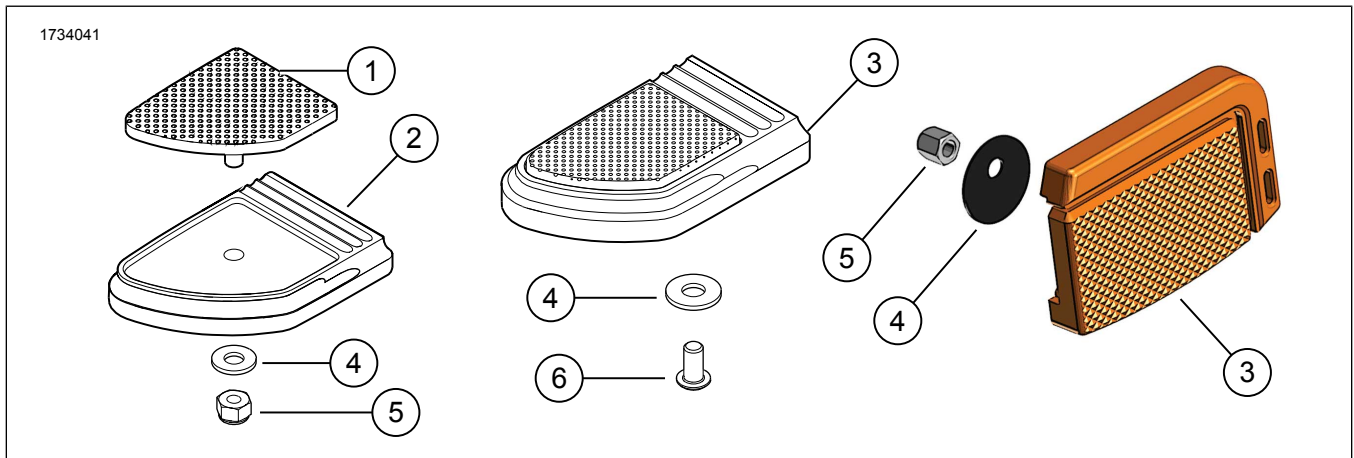

Figure 1. Mga Nilalaman ng Kit: Kit ng Pad ng Pedal ng Preno
1. Figure 1 Ihanay ang **bagong** pad ng pedal ng preno (1) na ang recess ay nasa takip ng trim (2).
3. Ikabit ang washer (4) sa nakathread na stud.
4. Ikabit ang 1/4-20 hex locknut (5) sa nakathread na stud. Higgitan.
1. Figure 1 Ihanay ang **bagong** assembly ng pedal ng preno (3) sa foot lever ng preno ng sasakyan.
2. Maglagay ng threadlocker sa turnilyo (6).